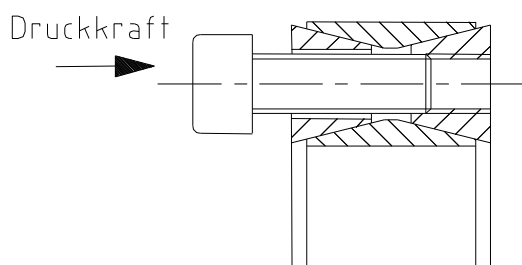

Bild 2: Lösen des hinteren Druckringes
- Entspannt der hintere Druckring nicht selbsttätig, so kann das Lösen durch Druck oder leichte Schläge auf die Schraubenköpfe (siehe Bild 2) erfolgen.